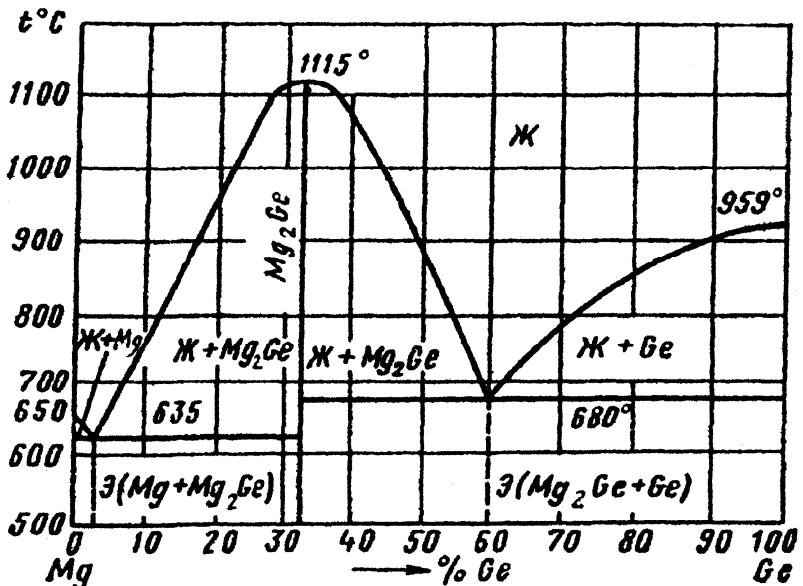

Рис. 7. Диаграмма состояния магний – германий ( $Mg$  –  $Ge$ )
- Вычертите диаграмму состояния системы магний – германий ( $Mg$  –  $Ge$ ). Опишите взаимодействие компонентов в жидком и твердом состояниях, укажите структурные составляющие во всех областях диаграммы состояния и объясните характер изменения свойств сплавов в данной системе с помощью правил Курнакова (рис. 7).